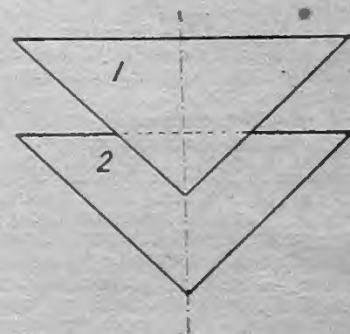

Рис. 4. Простейший квадратичный конденсатор.
В заключение заметим, что тот же квадратичный закон изменения емкости может быть получен при пластинах и другой формы. На рис. 4 изображены, напр., пластины треугольной формы. При передвижении подвижной пластины (1) отно-